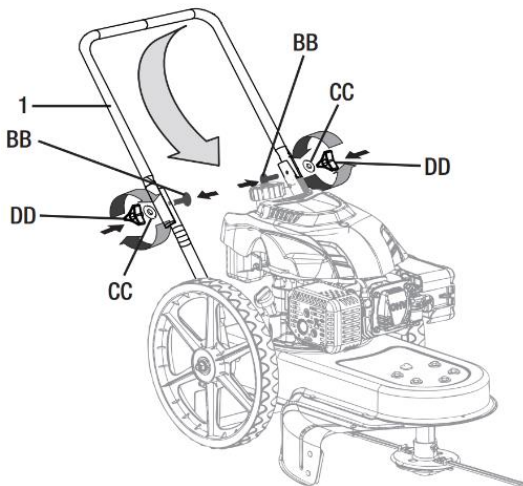

Рис. 1
1. Поднимите нижнюю часть рукоятки (1) и зафиксируйте ее используя болты М8 (AA), шайбы (CC) и барашковые гайки (DD) как показано на рис.1.